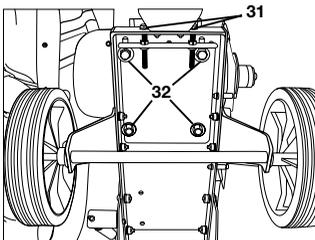

Figura 25
Para retirar o tensar la correa, afloje primero los cuatro tornillos de fijación (32) (SW 13 o SW 17) del asiento del motor (no desatornillar; véase la Figura 25).